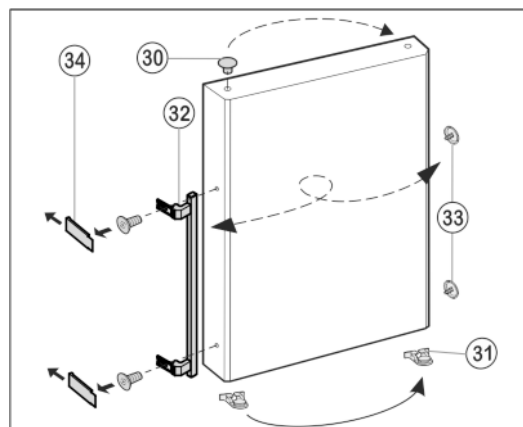

Fig. 12
- ▶ Lyft ur pluggen Fig. 12 (30) från dörlagerbussningen och flytta den.
- ▶ Demontera dörrhandtag Fig. 12 (32), pluggar Fig. 12 (33) och tryckplattor* Fig. 12 (34) och flytta till motsatta sidan.